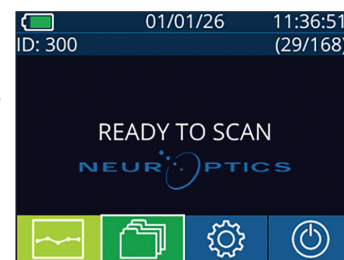
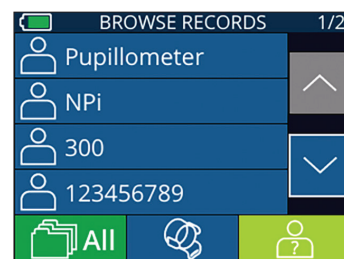

Fig. 27
Fig. 28
- En la pantalla de inicio: seleccione el icono **Registros**  (Fig. 27) y, a continuación, seleccione el icono **SmartGuard**  (Fig. 28). La primera que aparece es la medida más reciente. Presione el botón de **flecha ABAJO**  del teclado para desplazarse por todas las medidas anteriores del paciente almacenadas en el SmartGuard acoplado.
- En la pantalla de inicio: seleccione el icono **Registros**  (Fig. 27).
- Para buscar un número de id. de paciente concreto, seleccione  (Fig. 28) y, a continuación, introduzca el número de id. de paciente y seleccione .
- Para consultar todas las mediciones de los pupilas almacenadas en el NPi-300 en orden cronológico (incluidas todas las id. de paciente), seleccione el icono **All Records** (Todos los registros)  (Fig. 28) y pulse el botón de **flecha ABAJO**  del teclado para desplazarse por todas las mediciones anteriores almacenadas en el NPi-300.